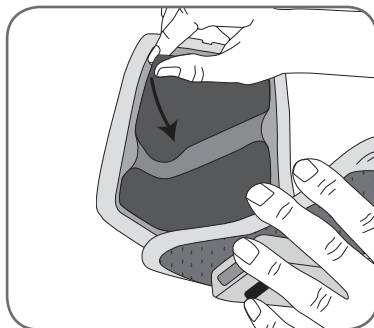

Abbildung 6-2: Entfernen der großen Gewebееlektrode
2. Nehmen Sie die große Gewebееlektrode vorsichtig aus der L300-FS-Manschette heraus (siehe Abbildung 6-2).